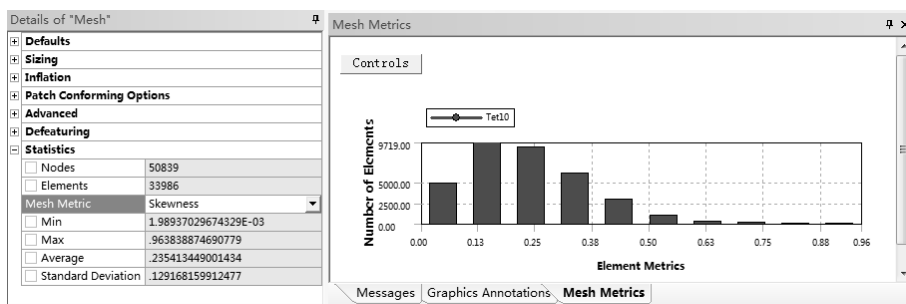

图 3-69 Skewness (倾斜度) 图表
(7) Skewness (倾斜度) 在【Mesh Metric】下拉列表中选择【Skewness】，在信息栏中出现【Mesh Metrics】窗口，显示网格质量划分图表，如图 3-69 所示。图中横坐标显示倾斜度，纵坐标显示的是网格数量，网格数量与矩形条的高度成正比。